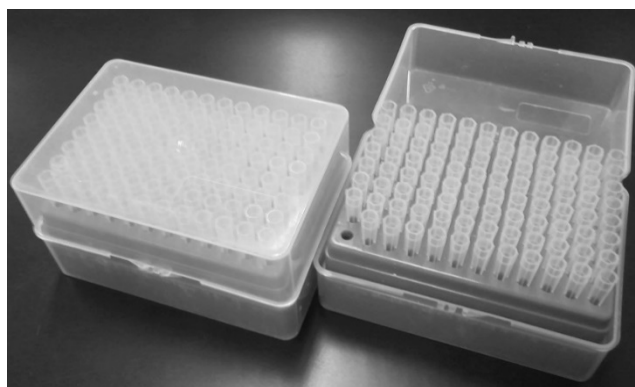

図3 チップラック
- 3) ピペットチップが入った箱(チップラック、図3)のふたを開け、ピペットチップにチップホルダーの先端を差し込んで装着する。P20 は黄色のピペットチップを使用する。ピペットチップとチップホルダーの間から空気が漏れないように、装着したピペットチップでチップラックを軽くトントンと叩くようにしてしっかりと装着する。装着後チップラックのふたを閉める。